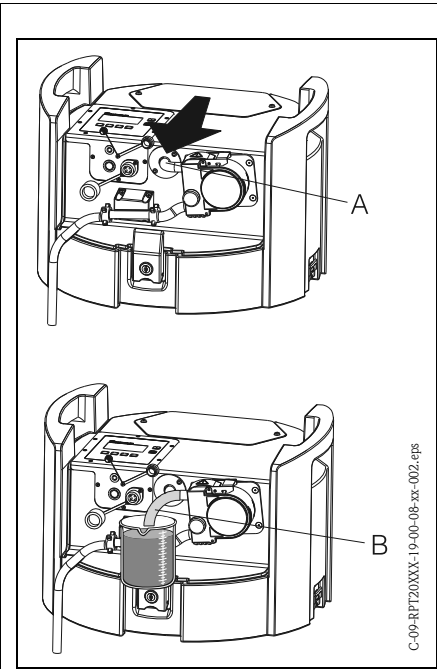

Fig. 18: Etalonnage du volume de l'échantillon
3. Retirer le tuyau de pompe déjà installé de la traversée de tuyau (=> Fig. 18, Pos. A) et le plonger dans le becher gradué (=> Fig. 18, Pos. B).
13. Passer le tuyau de pompe par la traversée de tuyau jusqu'à la butée (=> Fig. 18, Pos. A).